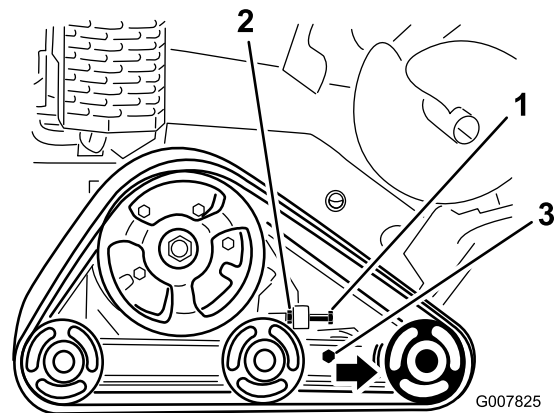

Bild 48
3. Lösen Sie die Klemmmutter an der Spannschraube der Kette und die Klemmschrauben am Spannarm (Bild 48).
4. Ziehen Sie die Spannschraube mit 32,5-40 N-m an, um die Kette zu spannen (Bild 48).
4. Lösen Sie die Spannschraube und Klemmmutter (Bild 48).
5. Lösen Sie die Klemmschrauben (Bild 48).